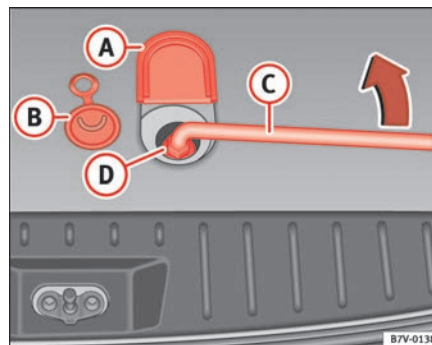

Abb. 151 Reserverad herausnehmen
1. Klappen Sie die kleine Abdeckung (A) ⇒ Abb. 151 im Gepäckraumboden nahe der Heckklappenverriegelung nach vorne.
2. Ziehen Sie die Gummibüchse (B) an der Öse nach oben heraus.
3. Nehmen Sie den Radschlüssel (C) aus dem Bordwerkzeug.
4. Schieben den Radschlüssel bis zum Anschlag auf die Schraube und halten ihn in dieser Position. Dabei drücken Sie den Sicherungsring (D) nach unten ⇒ **!**.
5. Drehen Sie den Radschlüssel (C) solange linksherum, bis Sie das an einem Seil hängende Reserverad hinter dem Fahrzeug hinstellen können.
4. Nehmen Sie den Radschlüssel \Rightarrow Seite 242, Abb. 151 **(C)** und drehen Sie die Schraube im Gepäckraumboden solange rechts herum, bis das ausgewechselte Rad fest an der Unterseite des Gepäckraumbodens anliegt \Rightarrow **(A)** in „Reserverad herausnehmen“ auf Seite 242.
5. Verschieben Sie die Öffnung mit der Gummiabdichtung \Rightarrow Seite 242, Abb. 151 **(B)** und klappen Sie die Abdeckung **(A)** zurück.